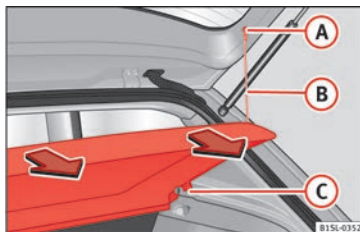

Fig. 137 Nel bagagliaio: smontaggio e rimontaggio del ripiano portaoggetti
- Sganciare i tiranti » » » **fig. 137 (B)** dagli alloggiamenti **(A)**.